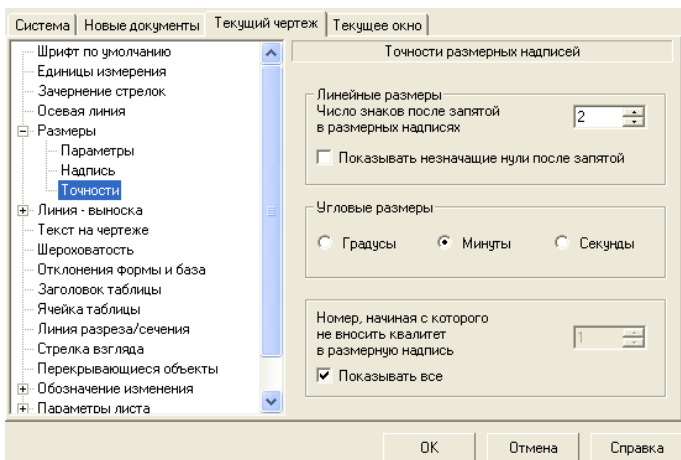

Рисунок 8.10 – Диалоговое окно Параметры с открытой вкладкой Текущий чертеж и панелью Точности размерных надписей
– щелкните по пункту *Размеры*, а затем – по пункту *Точности*. В правой части появится панель *Точности размерных надписей*, показанная на рисунок 8.10.